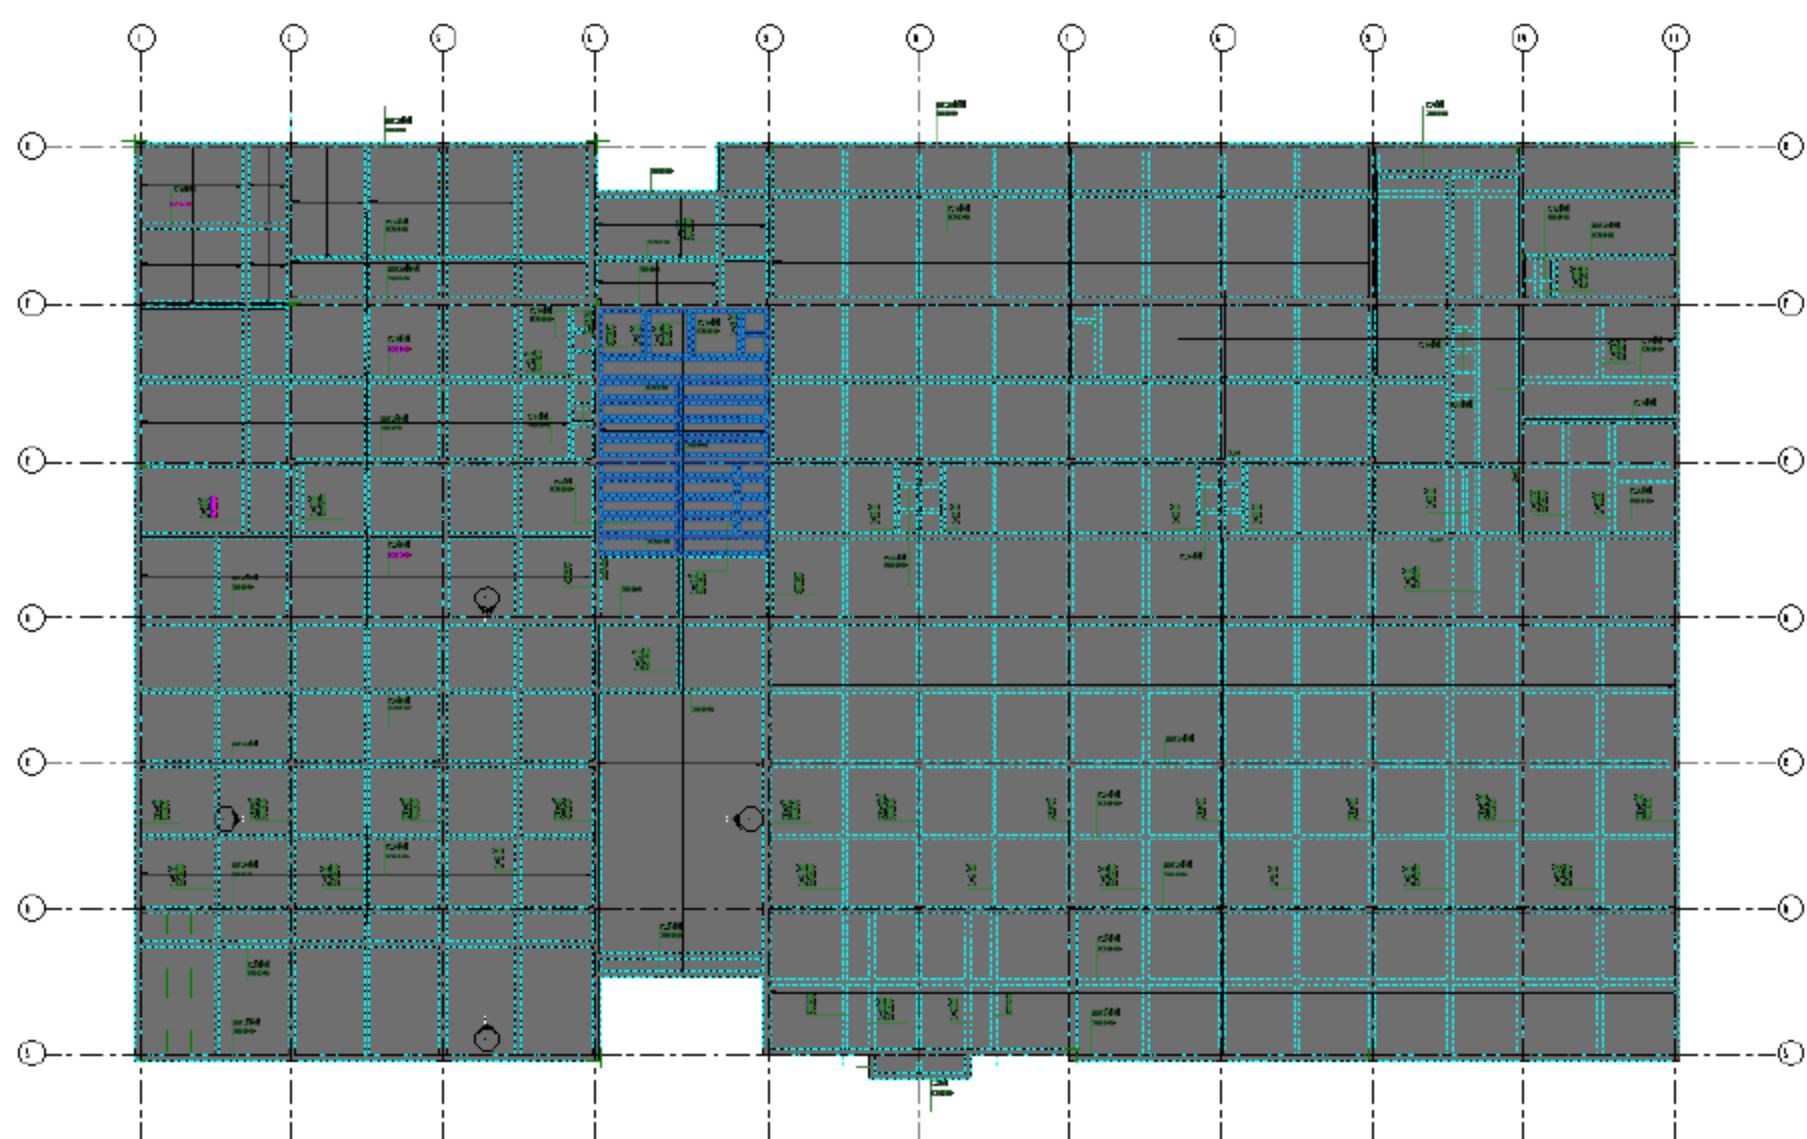
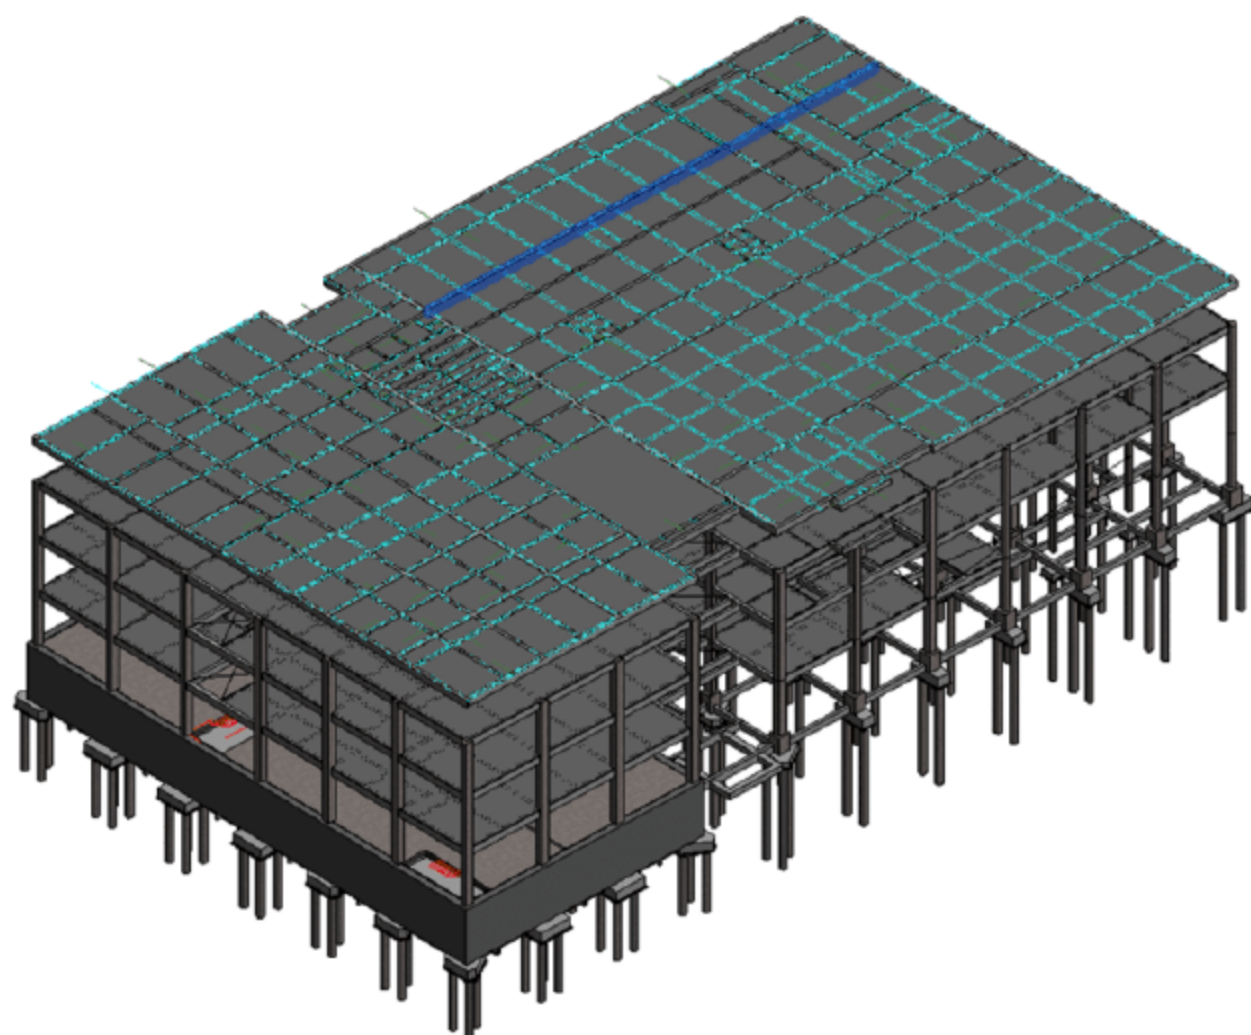

图 5.1.44 完整的屋面板平面图
图 5.1.45 屋面板 3D 图
(7) 结构：4 层的屋面板绘制方法介绍完毕，剩余屋面板按上述步骤即可完成。当结构：4 层的屋面板绘制完成后，保存项目，平面图如图 5.1.44 所示，3D 效果如图 5.1.45 所示，读者可根据相同方法绘制完整的屋面板图。